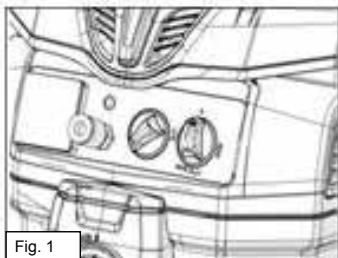

Fig. 1
• Posizione 0 = OFF: la macchina è spenta (Fig. 1);